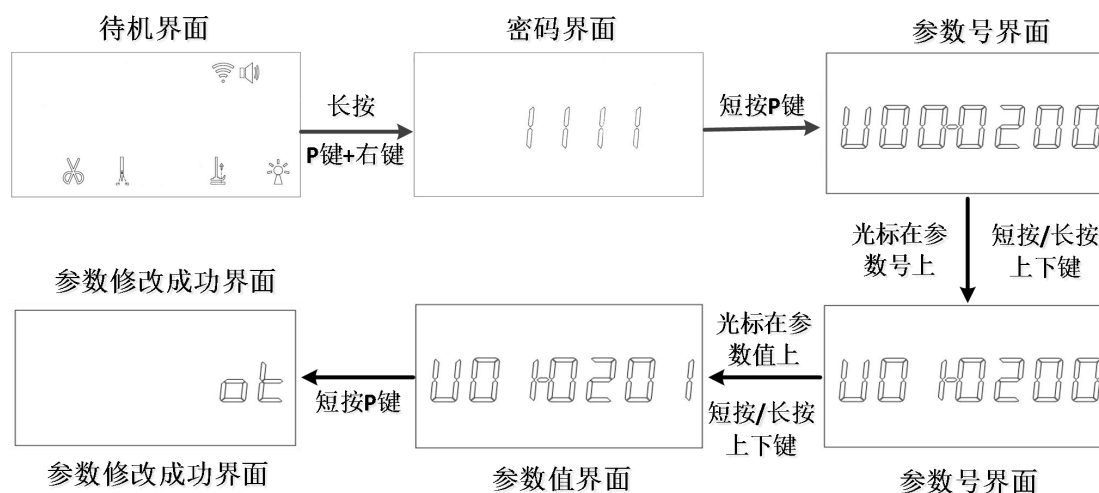

图 2-3 系统员参数设置流程
在待机状态下长按 P 键 (P) + 右键 (LED/LED/Mech)，进入输入密码界面；按语音键 (喇叭图标)，剪线键 (剪刀图标)，LED 键 (LED图标)，上下停针键 (上下箭头图标) 输入密码 (默认密码 1111)，然后短按 P 键 (P) 确认密码，密码正确后进入系统员调节界面；进入系统员调节界面后，短按左键 (左箭头图标) 或右键 (右箭头图标) 移动光标，当光标在参数号上时，长按、短按上键 (上箭头图标) 或下键 (下箭头图标) 来修改参数号；当光标在参数值上时，长按、短按上键 (上箭头图标) 或下键 (下箭头图标) 来修改参数值；当参数值被修改后，短按 P 键 (P)，显示“OK”并回到参数号界面；如果超过 20S 没有按键动作或者短按 P 键 (P) 则退出至待机面，在参数设置界面内电机运行系统立即退出至待机界面，系统员参数设置流程如图 2-3 所示。